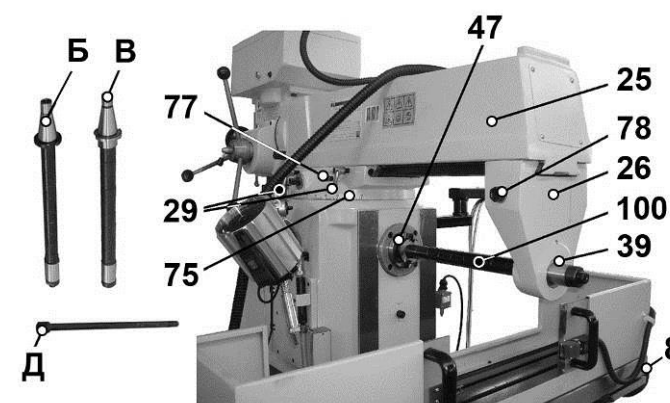

Рис. 38
10.8.11. На Рис. 38 показан фрезерный станок для фрезерной обработки горизонтальным шпинделем (47). Для оборудования станка под выполнение фрезерных работ насадными фрезами необходимо:
- опустить в нижнее положение рабочий стол (8);